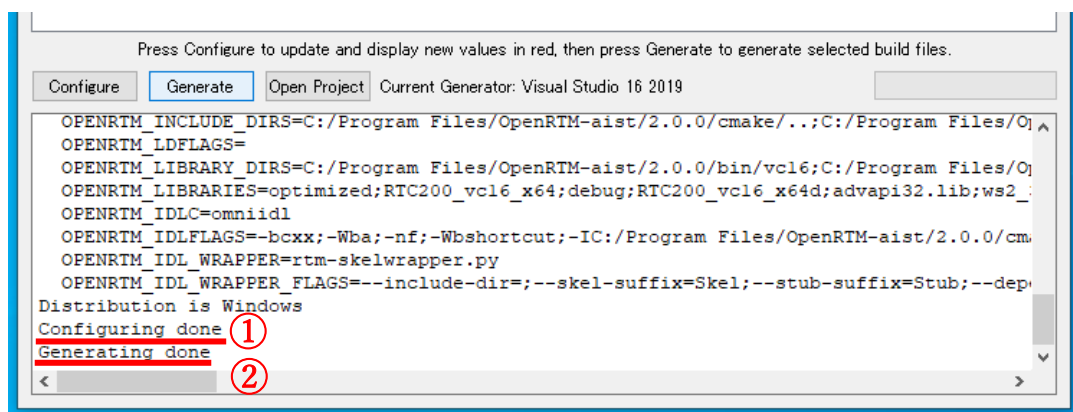

図 17 ウィンドウ下部のログに[Configuring done]と表示された状態
- ⑧ 図 17 のようにウィンドウ下部のログに[Configuring done]と表示されたことを確認し、[Generate]を選択する。
- ⑨ 図 17 のように、同じくウィンドウ下部のログに[Generating done]が表示されたことを確認し、他の各 RTC の CMake を行う。すべての RTC の CMake が終了したことを確認後、ウィンドウ右上の[×]を選択し、[CMake (cmake-gui)]を閉じる。